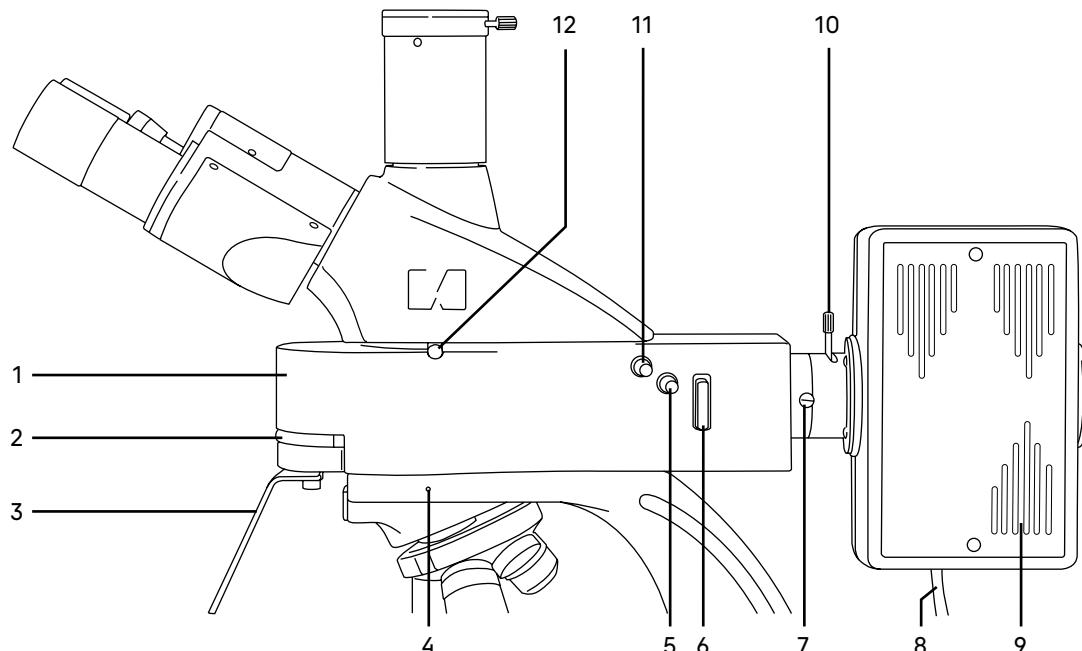

Рис. 3. Люминесцентная насадка
Общий вид люминесцентной насадки представлен на рис. 3.
Корпус люминесцентной насадки 1 (рис. 3) устанавливается в отверстие верхнего фланца штатива и закрепляется винтом 4 (рис. 3).
На корпусе насадки находится соединительный переходник, посредством которого корпус соединяется с фонарем ртутной лампы 9 (рис. 3). Защитный экран 3 (рис. 3) крепится к корпусу двумя винтами.
Металлическая пластина светового барьера 6 (рис. 3) установлена в паз корпуса насадки. Пластина имеет три положения:
В корпусе насадки находится поворотная турель с четырьмя люминесцентными фильтрами. Перемещение турели в корпусе насадки обеспечивается поворотом кольца 2 (рис. 3). Фиксированное положение рукоятки под символом означает включение в ход лучей соответствующего набора.
Кольцо перемещения турели может быть зафиксировано в одном из пяти положений, соответствующем одному из четырех типов фильтров, смонтированных на турели: синий (B), зеленый (G), фиолетовый (V) и ультрафиолетовый (UV) или нейтральное положение (0). Маркировка каждого фильтра соответствует цвету лучей возбуждения и нанесена на кольцо 2 (рис. 3) в виде символа.
Фонарь ртутной лампы 9 (рис. 3) крепится на корпусе насадки 1 (рис. 3) винтом 7 (рис. 3). В кожухе фонаря ртутной лампы расположен коллектор, который проецирует изображение источника света, светящуюся разрядную дугу ртутной лампы, в выходной зрачок объектива микроскопа. Перемещение коллектора вдоль оси осуществляется рукояткой 10 (рис. 3).
Установите кольцо перемещения турели люминесцентных блоков 2 (рис. 3) в положение «0».
Установите пластину 7 (рис. 3) в положение «заглушка».